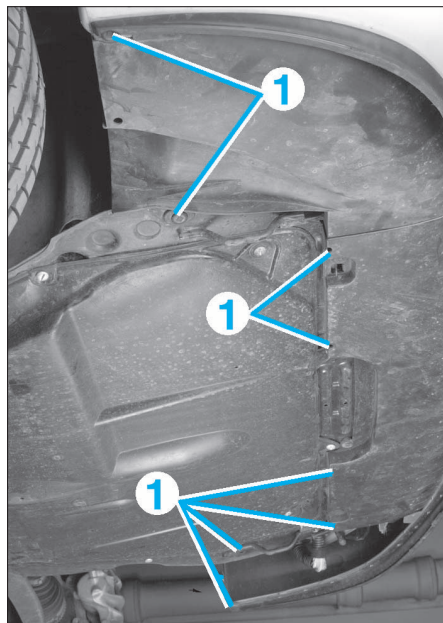

FIG. 19
- les fixations inférieures (1) (Fig.19).